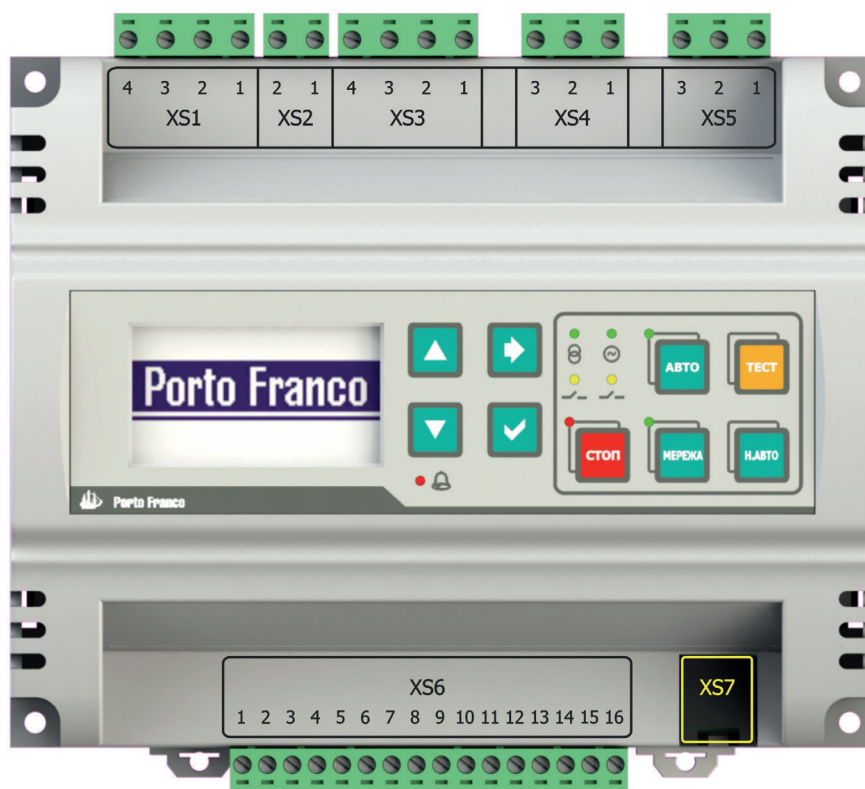
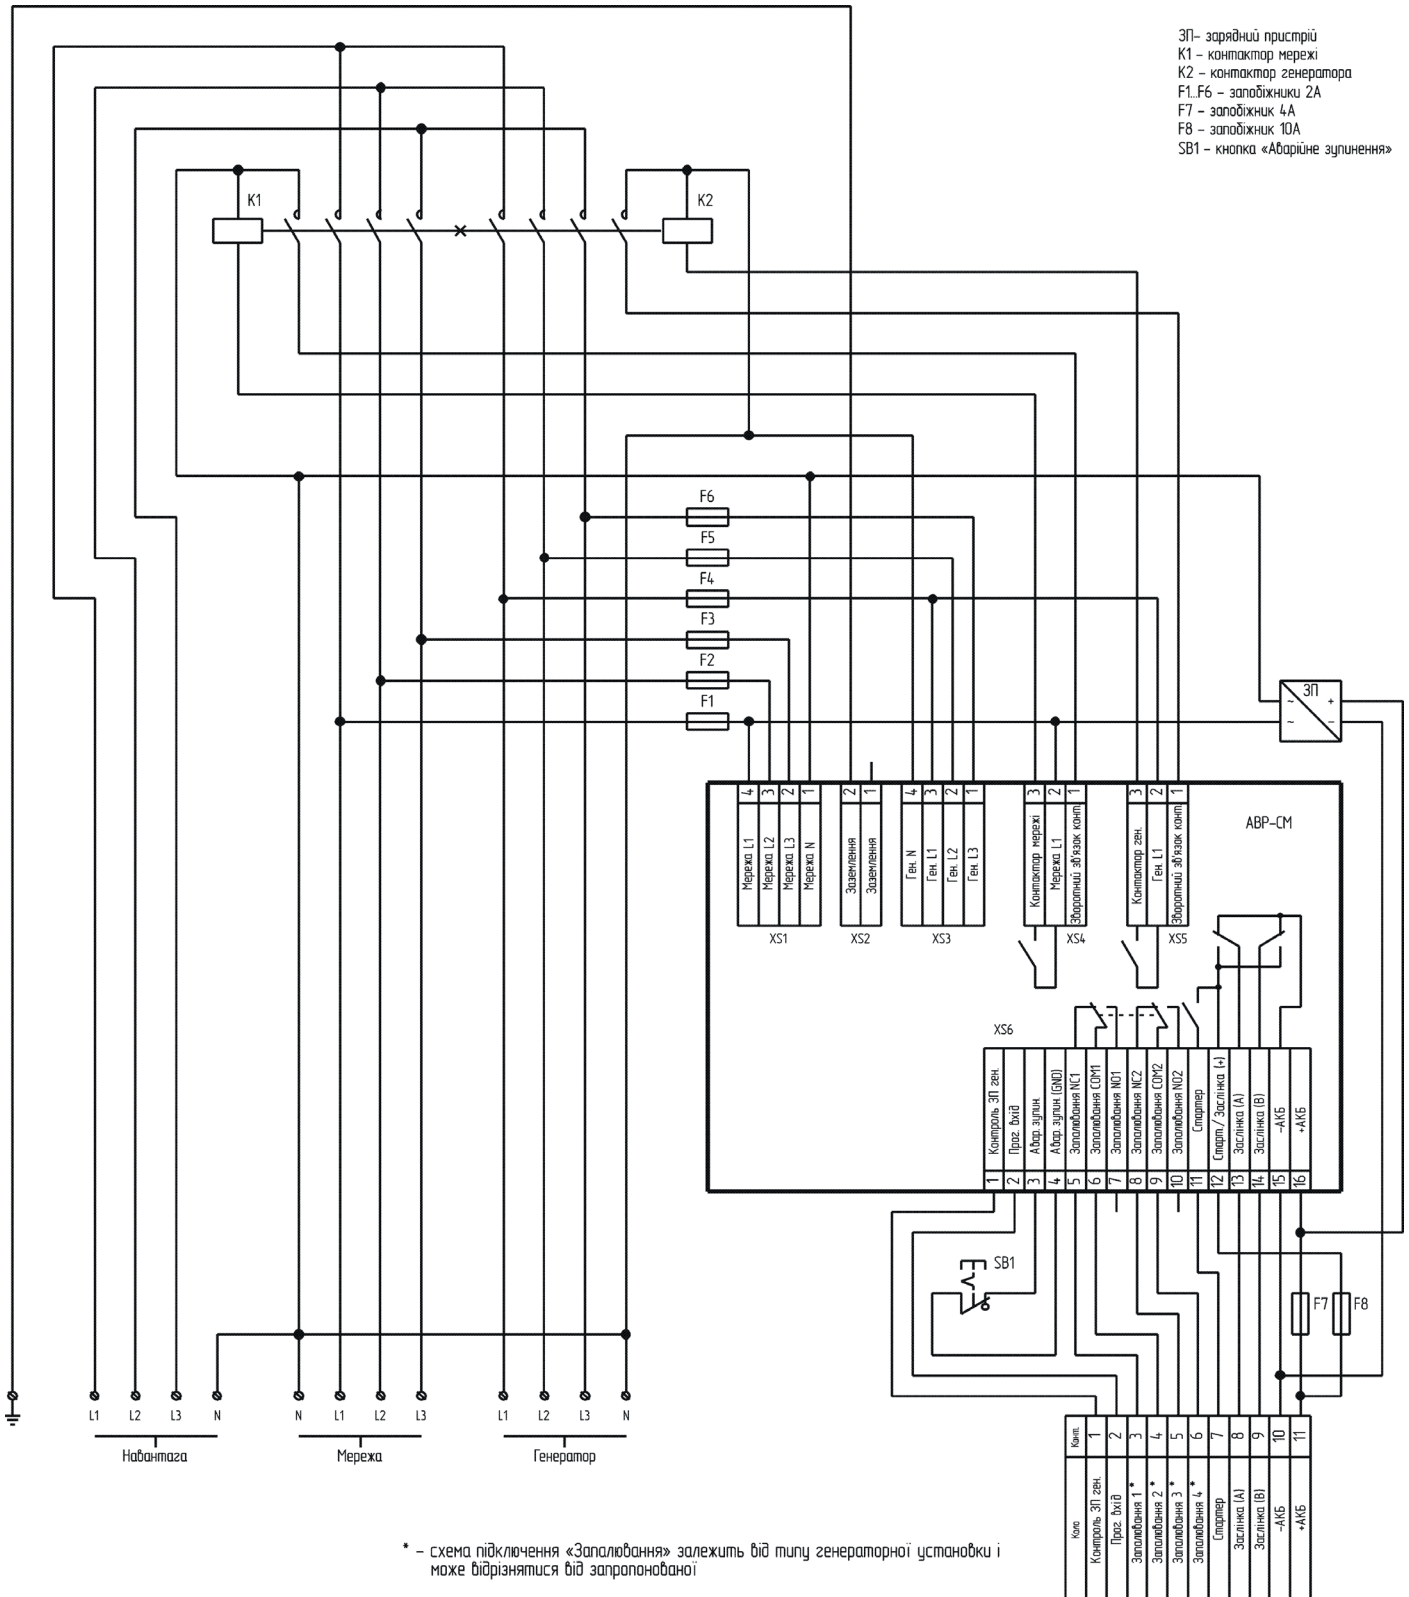

Рис. 6.1 – Роз'єми підключення контролера
Рис. 6.2 – Схема підключення контролера для конфігурації AVR33 зі спільним нейтральним проводом
6.2.1 Роз'єми XS1 – XS7 для підключення контролера розташовані з двох сторін корпусу контролера (рис. 6.1). Призначення контактів роз'ємів представлено табл. 6.1 – 6.7. Підключення зовнішніх електричних кіл до контролера здійснюється згідно з рекомендованими схемами підключення (рис. 6.2 – 6.4). При підключенні обов'язково використовуйте запобіжники, вказані на схемах. Підключення до роз'ємів XS1 – XS5 обов'язково повинні виконуватися окремими кабелями. Для нормальної роботи функції контролю обриву нейтрального дроту має бути підключене заземлення до роз'єму XS2.